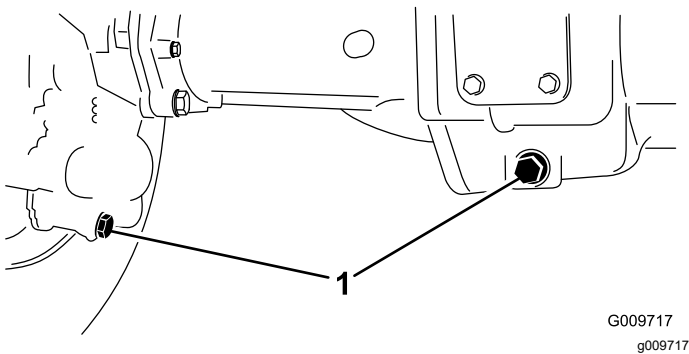

Figure 89
2. Nettoyez la surface autour des 3 bouchons de vidange, 1 à chaque extrémité et 1 au centre (Figure 89).